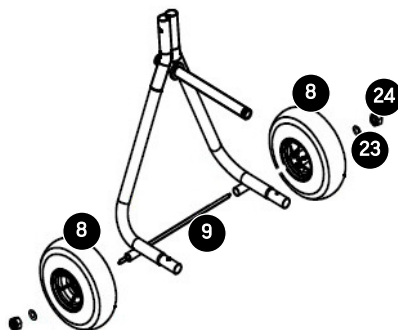

fig. 2
2. Insérez l'arbre de roue (n° 9) dans les bagues d'essieu sur les cadres de patte. Montez les roues (n° 8) sur l'arbre à l'aide de 2 rondelles d'essieu (n° 23) et 2 contre-écrous M12 (n° 24). Consultez la fig. 2.